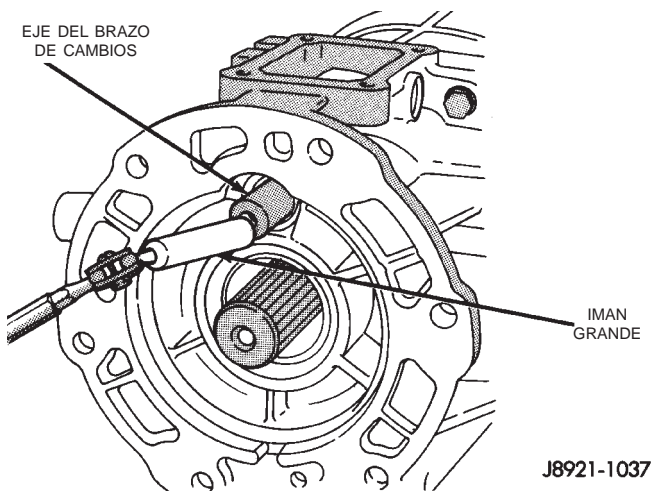
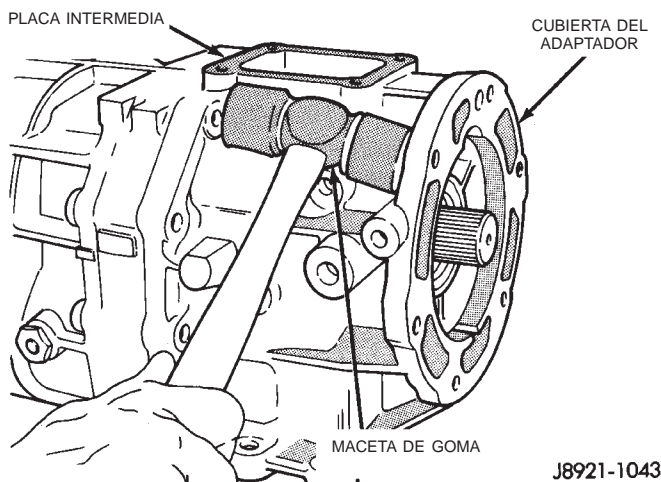

Fig. 25 Desmontaje de eje del cambiador
Fig. 26 Aflojamiento de la cubierta del adaptador/retenedor de cojinete trasero
(13) Retire el eje del cambiador con un imán grande (Fig. 25).
(14) Retire el brazo de cambios de la cubierta del adaptador.
(15) Retire los pernos de la cubierta del adaptador/retenedor de cojinete trasero.
(16) Afloje la cubierta del adaptador/retenedor de cojinete trasero golpeando suavemente con una maceta de plástico (Fig. 26).